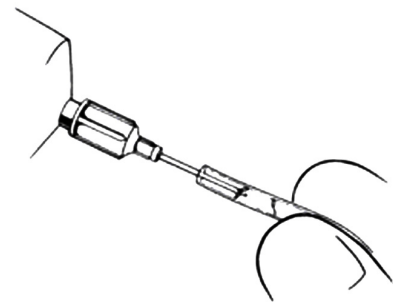

Figura 4-32. Enjuague el tubo y el conector
3. Use una aguja de calibre 22 y una jeringa de 10 cc con solución de llenado para enjuagar el conector y el tubo **(Figura 4-32)** para eliminar las partículas de materia y el aire.